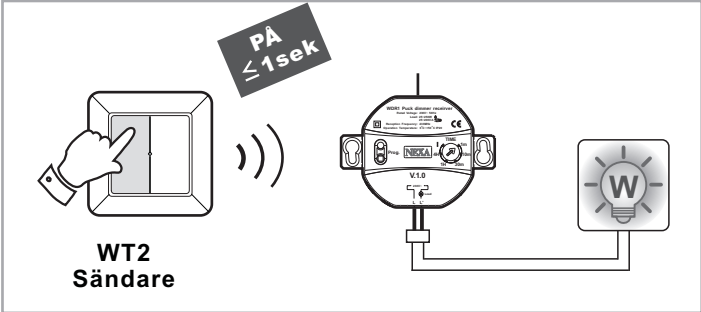
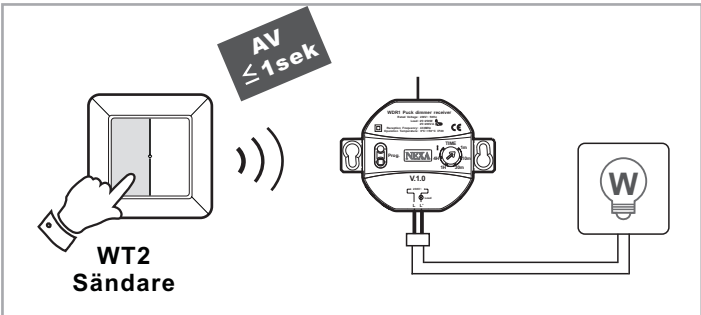

fig.9
fig.10
- Övre respektive nedre delen av vippan representerar PÅ respektive AV. Kort tryck (≤1sek) innebär att signal PÅ respektive AV skickas till länkad(e) mottagare. LED'n och ansluten last slås PÅ respektive AV. (se fig.9 & fig.10).